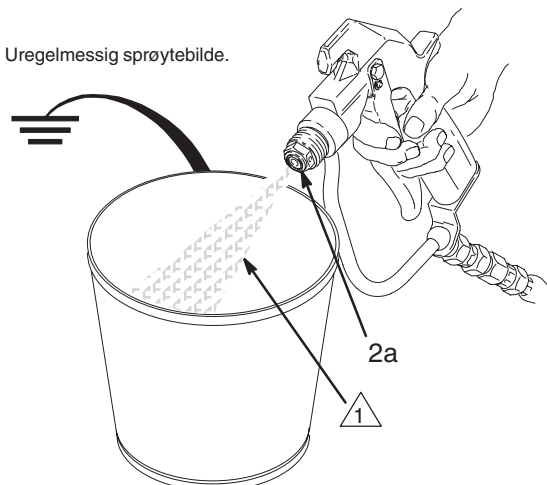

Fig. 5
4. Rett pistolen ned i et jordet metallspann og hold den godt mot siden av spannet. Trekk inn avtrekkeren. Hvis væsken som strømmes ut **ikke er** brutt opp i en uregelmessig strøm, må hele sete-/nålesettet skiftes straks. Se Fig. 5.